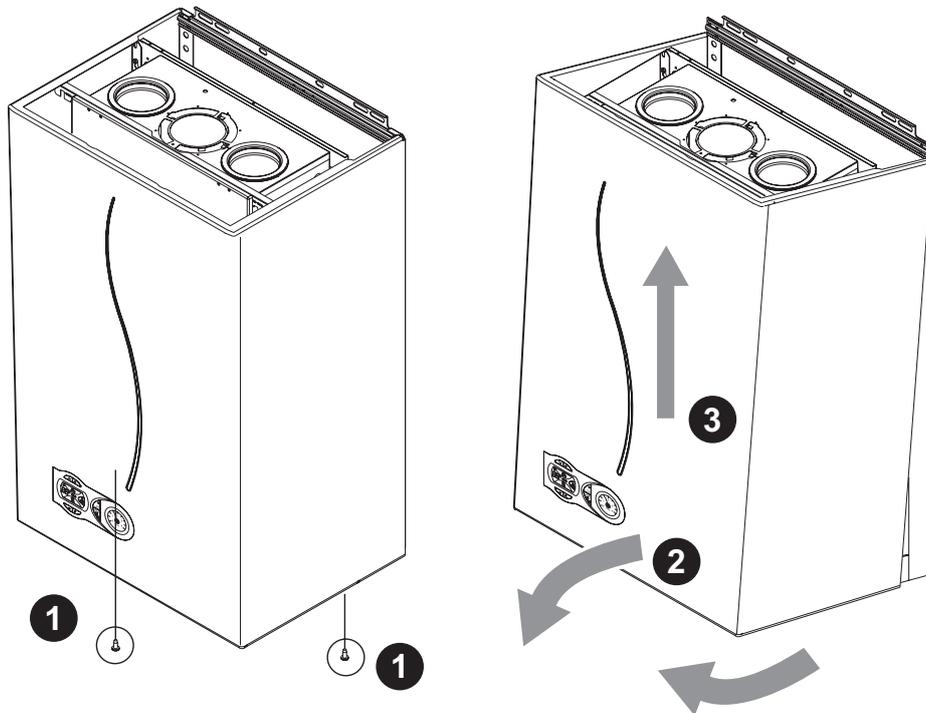

Abb. 45
1. Nehmen Sie die Geräteverkleidung wie in Abb. 45 gezeigt ab.